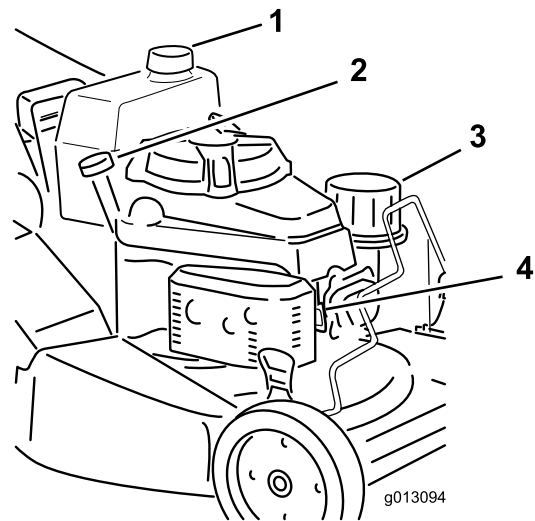

Bild 12
1. Reinigen Sie den Bereich um den Tankdeckel (Bild 12).
1. Schließen Sie den Zündkerzenstecker an die Zündkerze an (Bild 12).